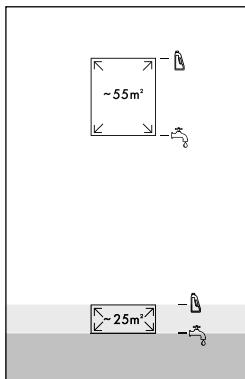

Rys. 6
- ▶ Nigdy nie używaj urządzenia bez wody w zbiorniku czystej wody ⑪.
- ◆ Chwycić zbiornik czystej wody ⑪ za boczne wnęki do chwytyania i wyciągnij go do góry z urządzenia (patrz rys. 6).